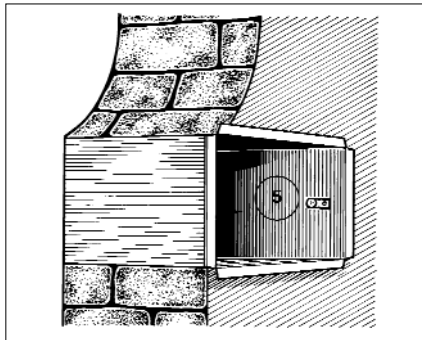

Fig.3
Mettre en place la traversée de mur (5) dans le trou prévu à cet effet, la caler bien d'aplomb et effectuer son scellement (fig. 3).